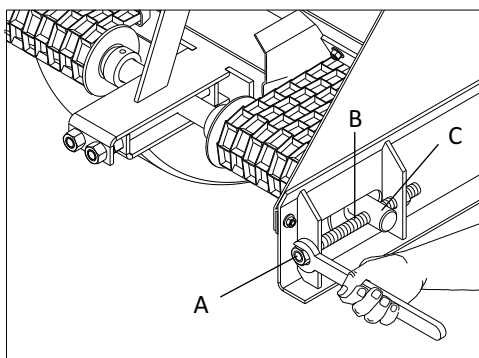

Figura 17
- Usar chave fixa 24, desaperte a porca de fixação (A), e posteriormente gire o parafuso (B) fazendo com que o eixo (C) da esteira afaste o suficiente para provocar a tensão desejada, figura 17 e 18.